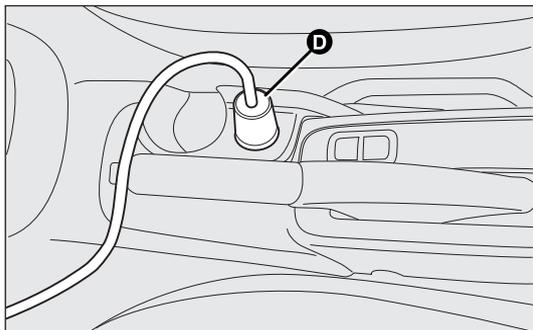
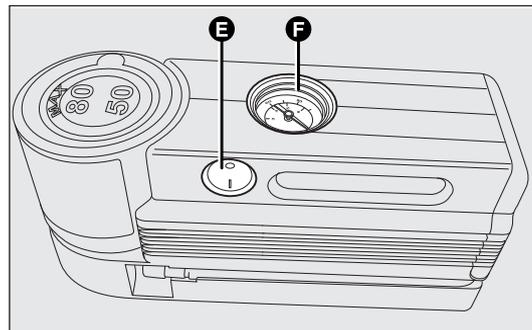

fig. 144
fig. 145
- ❑ s'assurer que l'interrupteur E-fig. 145 du compresseur soit en position 0 (éteint), démarrer le moteur, insérer la fiche D-fig. 144 dans la prise de courant et actionner le compresseur en mettant l'interrupteur E-fig. 145 en position I (allumé). Gonfler le pneu à la pression indiquée au paragraphe "Pression de gonflage à froid" du chapitre "Caractéristiques techniques". Pour plus de précision dans la lecture, il est préférable de vérifier la valeur de la pression sur le manomètre F-figé. 145 avec le compresseur éteint ;